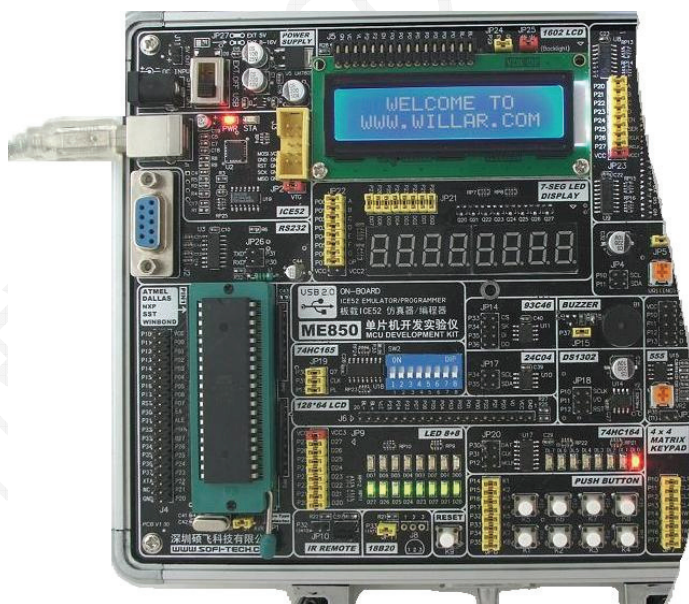

图 3.15 实验芯片放置
- 将产品附带的 AT89S52 芯片放置到 ME850 的锁紧座上，如图 3.15 所示。